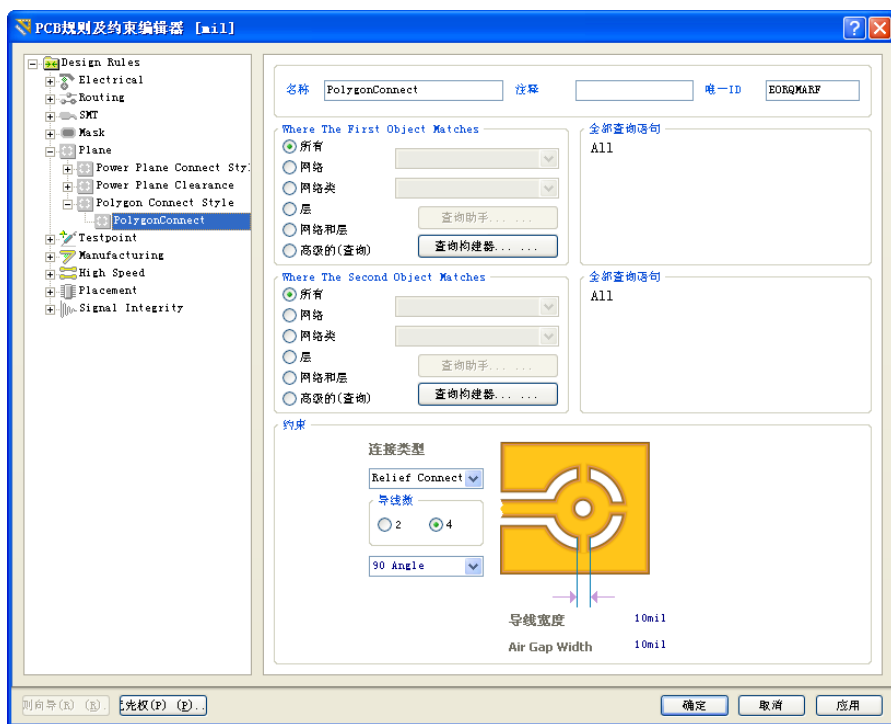

图 9-22 “Polygon Connect Style” 设置界面
(3) “Polygan Connect Style (焊盘与多边形覆铜区域的连接类型规则)”：用于描述元件引脚焊盘与多边形覆铜之间的连接类型，如图 9-22 所示为该规则的设置界面。